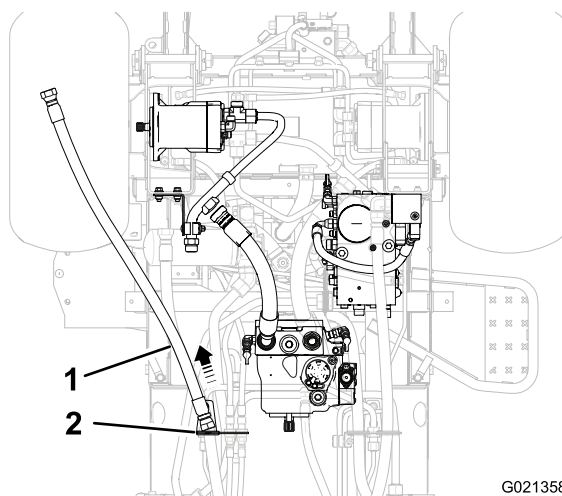

Figura 3
6. Puxe a mangueira de tracção traseira pela chumaceira de suporte da mangueira e remova a mangueira da máquina (Figura 3).